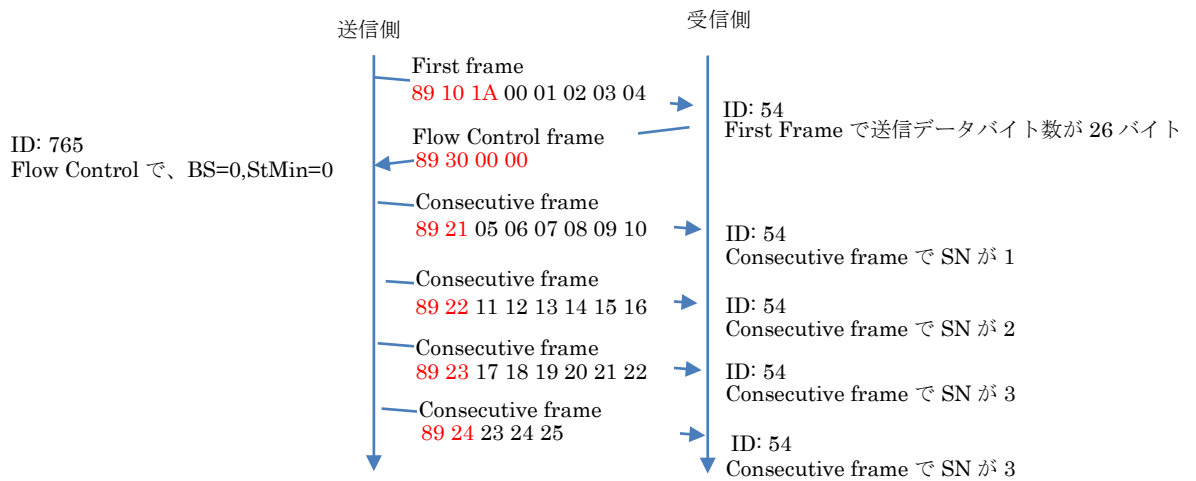

図 2.2.2.1
3. ここで、3.2.10 項と同じ操作を行い、neoVI FIRE①からメッセージを送信してみます。DataBytes 部を見ると、設定したデータが送信されていることがわかります。ただし、今回は 1 バイト目に 0x89 が挿入されていますが、これはまさに図 2.2.2.1 のデータフロー通りの内容となっています。